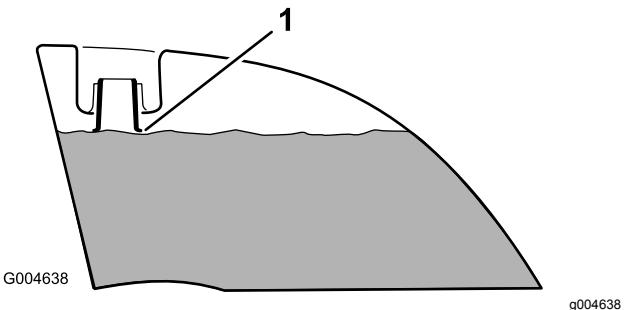

Figura 11
4. Adicione gasolina a ambos os depósitos de combustível até que o nível se encontre nivelado com o fundo do tubo de enchimento (Figura 11). **Não encha muito os depósitos de combustível.**